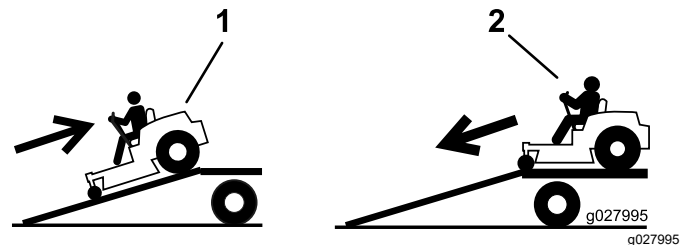

Figure 27
2. Descendez la rampe en marche avant (Figure 27).